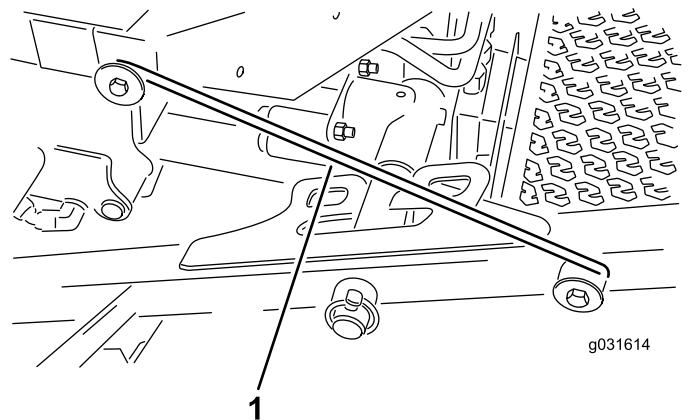

Figura 31
4. Desenganche la varilla de bloqueo del enganche del bastidor de tiro delantero (Figura 31).
5. Levante la parte exterior de las carcasas de corte delanteras y coloque la varilla sobre el perno del bastidor montado en la parte delantera de la plataforma del operador (Figura 31).